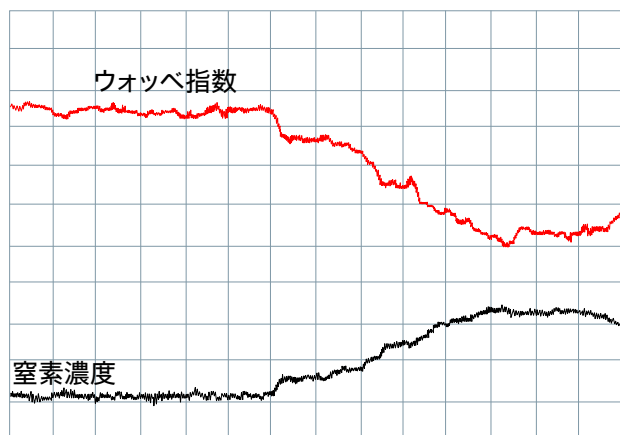

図2: 窒素バラスト中のWIのリアルタイム測定
ガス組成から算出されるウォッペ指数 (WI) は、ガスの品質と互換性の尺度として最も広く受け入れられています。国連欧州経済委員会1によると、NG 改質装置を設置する場合は、追加の制御システムを組み込むことが推奨されています。この装置の主要要件となるのは、迅速な測定、サンプリング、精度です。図 2 は、窒素バラスト中に監視された天然ガスサンプルの WI を示しています。Raman Rxn4 アナライザは、LNG の組成測定、